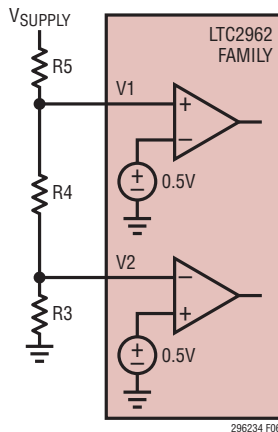

図 6. 3 つの抵抗による正の UV/OV モニタリング構成 (V1 は +ADJ、V2 は -ADJ)
-ADJ モードではコンパレータの極性が逆になるため、このモードは過電圧モニタリングにも使用できます。図 6 に示すように、±ADJ モードで 2 つのチャンネルを専用を使用して、単電源の低電圧および過電圧 (UV/OV) モニタリングを簡単に実装できます。スレッシュホールド電圧は次のようになります。